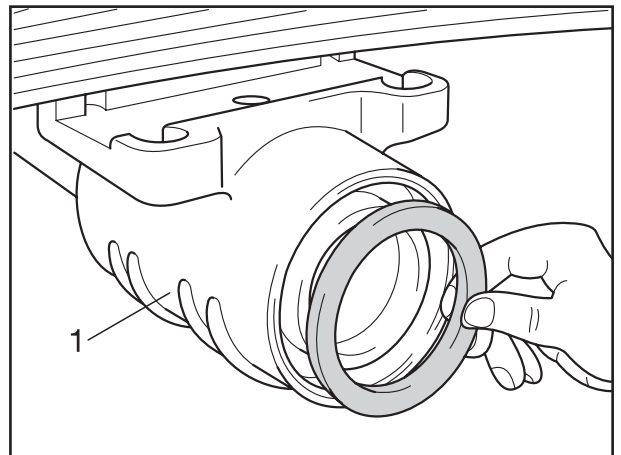

Fig. 5
[10] Lagerbock (Fig. 5/1) aufschieben, äußeren Ring auf den Lagerzapfen aufsetzen (Fig. 5).
- [10] Push the spring hanger (Fig. 5/1) into place on the journal and place the outer ring into the bearing journal (Fig. 5).
- [10] Engager le palier (fig. 5/1) et placer la bague extérieure sur le tourillon (fig. 5).